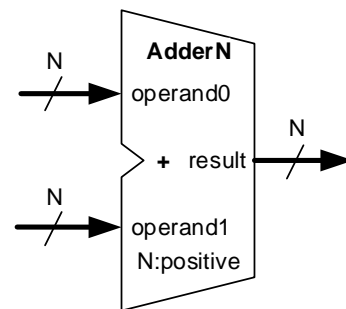

Figura 2 – Interface do módulo “AdderN”.
2. Construa em VHDL um somador, cuja interface é apresentada na Figura 2. O número de bits dos operandos e do resultado são parametrizáveis com base na constante genérica “N” definida na respetiva entidade (“AdderN”) com a construção **generic** em VHDL. Grave o ficheiro com o nome “AdderN.vhd”.